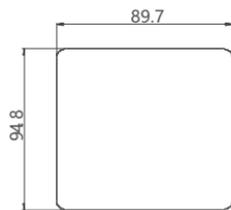

图6-6 柜门开孔尺寸图
b) 第二种情况，显示面板安装在托板上，按照托板尺寸开孔即可，其尺寸如图6-5和图6-6所示：